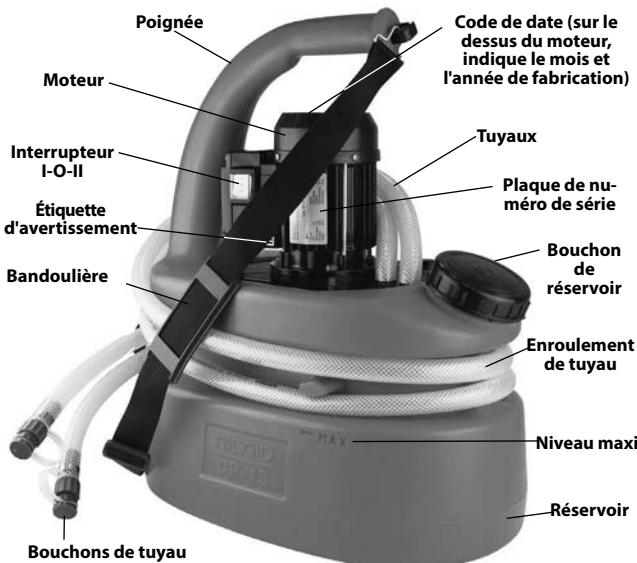

Figure 1 - Pompe de détartrage RIDGID DP-13
- Présence et lisibilité de l'étiquette d'avertissement (*Voir Figure 1*).